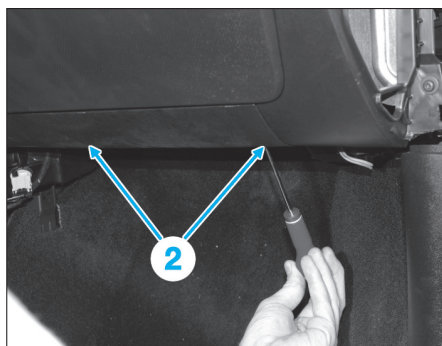

Fig. 26
- Déposer les vis inférieures (2) (Fig.26).